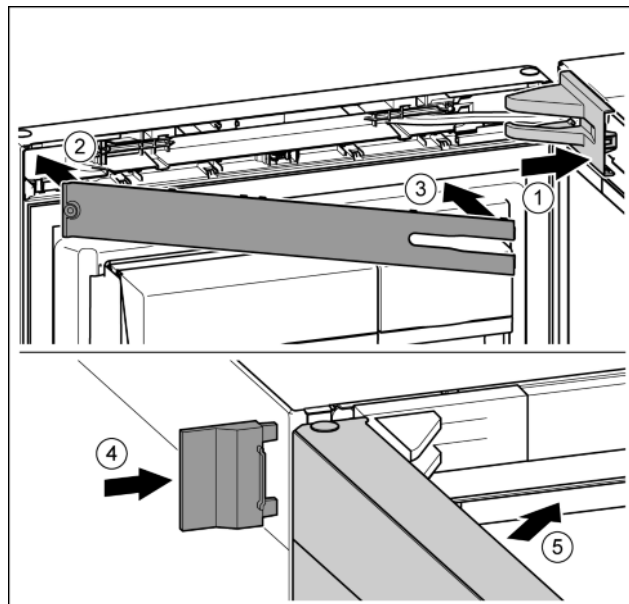

Fig. 41
- ▶ Крышку опорного кронштейна установить и зафиксировать, при необходимости, осторожно разжать. Fig. 41 (1)
- ▶ Установить накладку. Fig. 41 (2)
- ▶ Наклонить и защелкнуть накладку. Fig. 41 (3)
- ▶ Надвинуть внешнюю крышку. Fig. 41 (4)
- ▶ Закрыть верхнюю дверь. Fig. 41 (5)